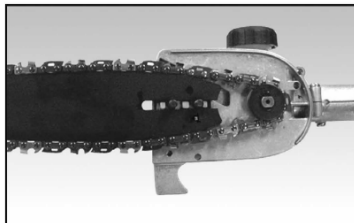

Fig. 3C
4. Régler la vis de réglage de tension pour permettre l'insertion de la barre (Fig. 3C). Veillez à ce qu'il suive la rainure du guide-chaîne et ajuste la vis de réglage de tension (Fig. 3D) de manière à ce que la chaîne soit serrée.